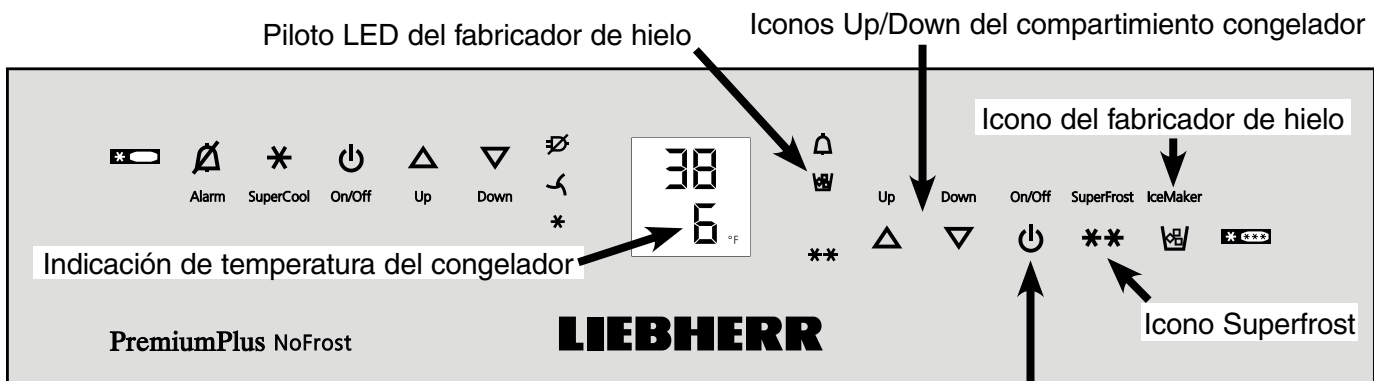

Figura 22
- Encienda el fabricante de hielo pulsando el icono de fabricante de hielo (**Figura 22**).
Pulse el **icono IceMaker** para que se encienda el **piloto LED del fabricante de hielo (Figura 22)**.